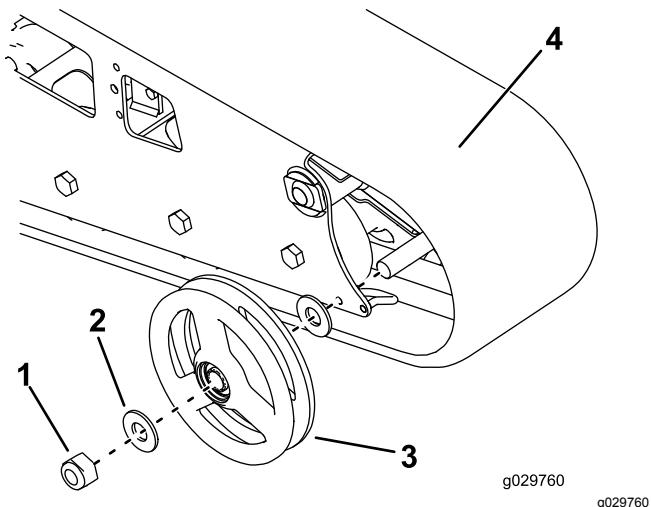

図 62
7. 外側の前ホイールを固定しているナット外して右ホイールを取り外す図 62。
8. クローラを取り外す図 62。
9. 外側ホイールそれぞれの左右それぞれの側から大きなワッシャ各側1枚、合計2枚を外す図 62。
12. 新しいクローラを取り付ける図 62。
13. 先ほど取り外したナットで、外側前ホイールを元通りに取り付ける図 62。